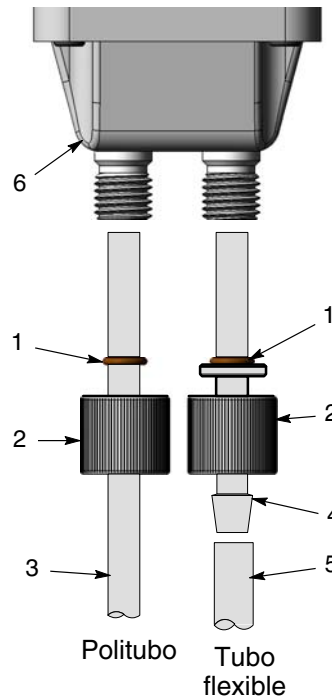

Figura 7 Instalaciones de los tubos de polvo
1. Ver la figura 7. Extraer la tuerca de retención (2) y la junta tórica (1) de la bomba.
2. Deslizar la tuerca de retención por el politubo (3).
4. Empujar el politubo dentro el bloque de desgaste (6) hasta que toque el fondo.
1. Ver la figura 7. Extraer la tuerca de retención del tubo (2) y la junta tórica (1) desde la bomba.
2. Instalar la junta tórica en el adaptador de tubo (4), hasta que choque contra el saliente del adaptador.
3. Instalar el extremo del adaptador en el bloque de desgaste (6).
5. Dejar caer el tubo flexible de polvo (5) por el extremo dentado del adaptador.